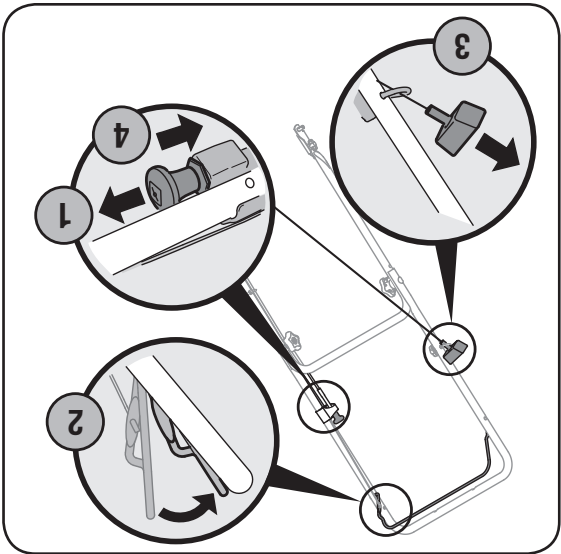

Figure 4-2
1. Tirez sur le bouton du volet de départ qui se trouve sur la gauche du guidon supérieur, Figure 4-2.
2. Tenez-vous derrière la machine, appuyez sur la poignée de commande de la lame et maintenez-la contre le guidon supérieur, comme à la Figure 4-2.
4. Au fur et à mesure que le moteur chauffe, appuyez lentement sur le bouton du volet de départ. Voir la Figure 4-2.